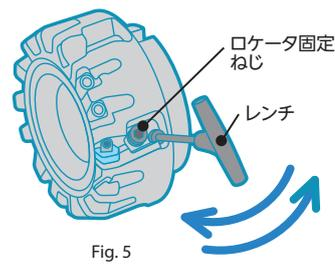

Fig. 5
5. 調整ねじを回し、突出し量を調整してください (Fig. 5)